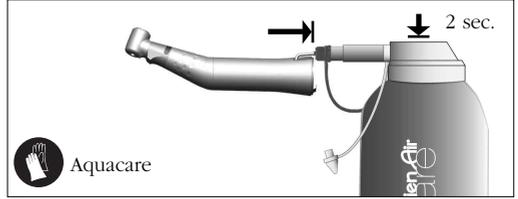

fig. 3
- Eliminar o líquido fisiológico do tubo, pulverizando (2 segs) **Aquacare fig. 3** para dentro do tubo situado na parte traseira.